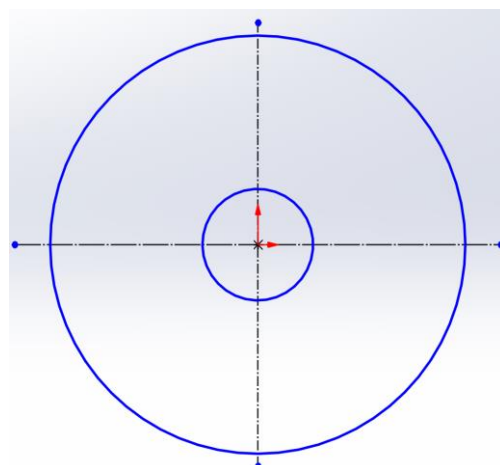

Рис. 13
4. Будемо зовнішнє коло. Це буде основа мембрани. Будемо внутрішнє коло. Це буде центральний виріз (рис. 13).